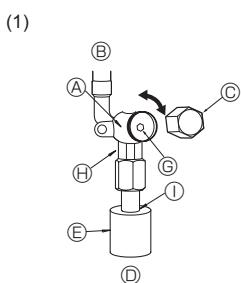
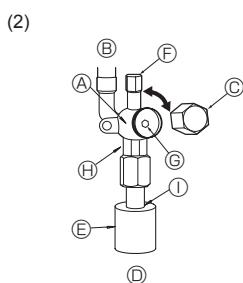

Fig. 4-5
Fig. 4-6
- (1) Gaszijde (Fig. 4-5)
- ① Verwijder de kap en draai de kraanstang zo ver mogelijk tegen de klok in met behulp van een 5mm-inbussleutel. Stop met draaien wanneer de nok wordt bereikt. (ø15,88: Circa 13 omwentelingen)
- ② Let erop dat de afsluitkraan geheel open is en draai de kap terug naar de oorspronkelijke stand.
- (2) Vloeistofzijde (Fig. 4-6)
- ① Verwijder de kap en draai de kraanstang zo ver mogelijk tegen de klok in met behulp van een 4mm-inbussleutel. Stop met draaien wanneer de nok wordt bereikt. (ø9,52: Circa 10 giri)
- ② Let erop dat de afsluitkraan geheel open is, druk de hendel in en draai de kap terug naar de oorspronkelijke stand.